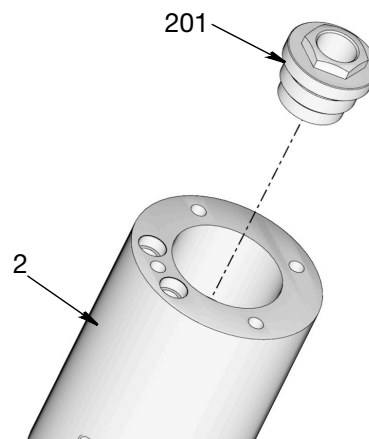

Рис. 34
22. Снимите уплотнение поршня (214) с поршня (213). Утилизируйте уплотнение поршня (214) и штифты (217). Новые детали для замены включены в ремонтный комплект.
23. Визуально осмотрите секции штока и внутреннюю поверхность цилиндра насоса (204), чтобы убедиться, что они не погнуты или не повреждены вследствие разборки. Насос с погнутыми и/или поврежденными деталями не будет удерживать давление и/или функционировать эффективно.
24. Отделите распорный цилиндр (205) от переходника насоса (2) с помощью плоского гаечного ключа для ослабления затяжки цилиндра. Когда затяжка цилиндра (205) будет достаточно ослаблена, открутите его усилием рук и снимите с насоса.
25. Извлеките уплотняющую прокладку (206) из внутренней части переходника насоса (2), если она не извлекается вместе с распорным цилиндром (205). Утилизируйте уплотняющую прокладку. Используйте уплотняющую прокладку из ремонтного комплекта для обратной сборки.
26. Используйте патрон для ослабления затяжки шестигранной гайки (201) и снятия ее с переходника насоса (2) (Рис. 34).